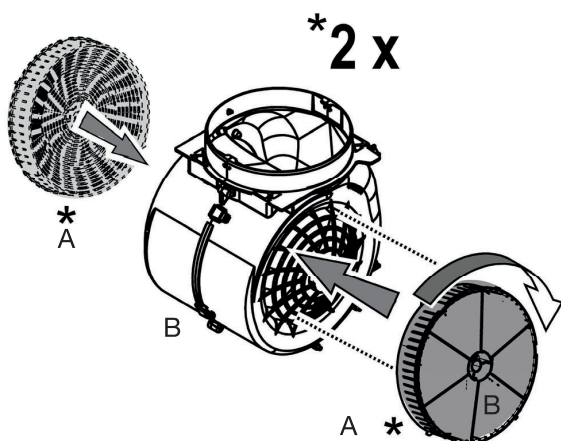

Figure 6
3. **Pour retirer le filtre à charbon actif** (Fig. 6), tournez les porte-filtres (A) situés de part et d'autre du moteur (B) pour les retirer.
4. Dégagez ensuite les filtres (C) dans les porte-filtres et remplacez-les par des filtres neufs.